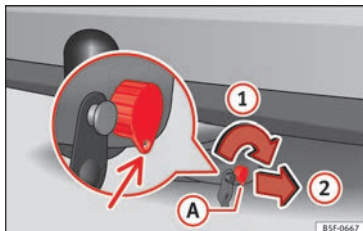
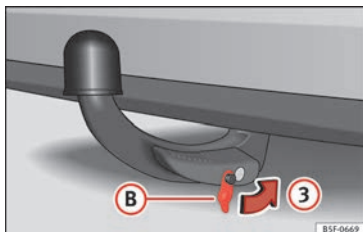

Fig. 227 Bloccare la serratura
Fig. 228 Collocare il coperchio sulla serratura
- Girare la chiave (A) nel senso della freccia ① finché la parte bucata della chiave non raggiunge la sua posizione inferiore » fig. 227.
- Estrarre la chiave nel senso della freccia ②.
- Collocare il coperchio (B) nella serratura nel senso della freccia ③ » fig. 228 » ①.